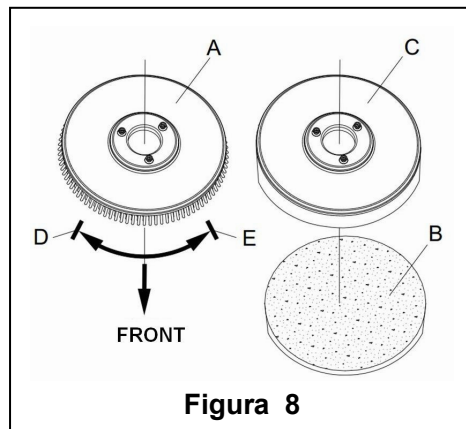

Figura 8
De acordo com o tipo de chão a ser limpo, deve instalar o suporte da escova (Figura 8, A) ou da almofada (Figura 8, B e C).
- (Só aplicável para **AS430B** e **AS510B**): certifique-se que o interruptor (41) está na posição de desconexão (**O**).
- Pressione o guião (2) para levantar o corpo do tanque (26).
- Coloque o suporte de escova (A) ou almofada (B-C) debaixo da caixa.
- Utilize o guião (2) para baixar o corpo do tanque (26) para entrar em contacto com o suporte da escova ou almofada.
- Para instalar o suporte da escova/almofada automaticamente, mude o interruptor de energia (41) para a posição "I" e pressione o interruptor de segurança (1). Empurre gentilmente a máquina para a frente para permitir que a roda no fundo do corpo do tanque se alinhe com o suporte de escova ou almofada, ficando bem instalado. Se necessário, repita este procedimento até o suporte de escova/almofada estar completamente instalado.
- Se o Passo 5 acima for difícil de completar, utilize o método manual seguindo a seta (D) para instalar o suporte de escova/almofada (como mostrado na **Figura 8**).
7. Para descarregar o suporte de escova/almofada automaticamente, mude o interruptor de energia (41) para a posição "O". Utilize a sua mão para segurar o guião, e pressione a máquina para baixo até que a roda guia toque no chão e o suporte de escova/almofada fique no ar. Mude o interruptor de energia (41) para a posição "I", e pressione o interruptor de segurança para girar o suporte de escova/almofada até que caia no chão.
8. Se o Passo 7 acima for difícil de completar, utilize o método manual de girar o suporte na direcção oposta ao encaixe, e poderá retirá-lo (como mostrado na **Figura 8**).